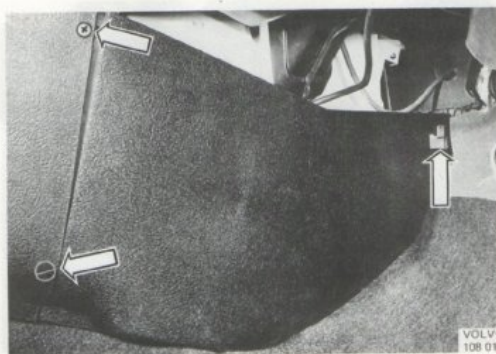

Bild 77. Demontering av höger täckpanel för kombinationsanläggning
3. Demontera centralenhetens högra panel (bild 77).